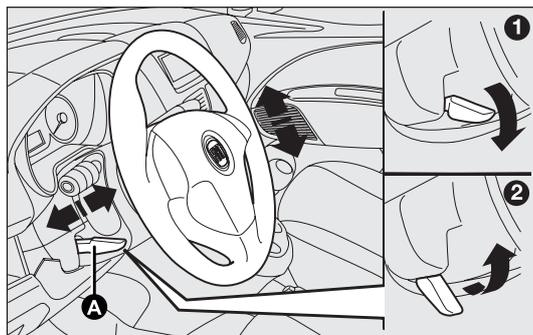

fig. 34
- sbloccare la leva A-fig. 34 spingendola in avanti (posizione 1);